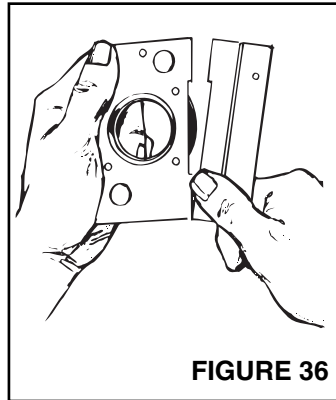

FIGURE 36
2. Voyez la Figure 36. Détachez la plaque suivant les pointillés.